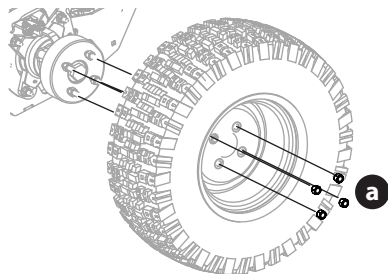

Fig. 47
1. Retirez les quatre écrous de roue (a) pour enlever le pneu (Fig. 47).
2. Réinstallez le pneu à l'aide des quatre écrous de roue (Fig. 47). Serrez les écrous de roue (a) à 88 à 95 N-m (65 à 70 pi-lb).